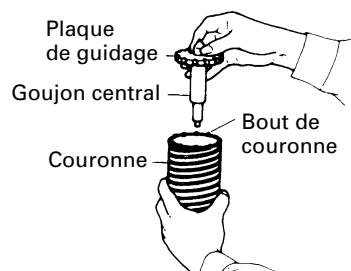

Fig. 12
(3) Introduire le goujon central dans la plaque de guidage jusqu'à ce qu'il arrête.
(4) Engager la plaque de guidage dans la couronne et tourner la plaque de guidage à gauche ou à droite de manière à ce qu'elle ne puisse pas tomber, même si elle orientée vers le bas. (Fig. 12)